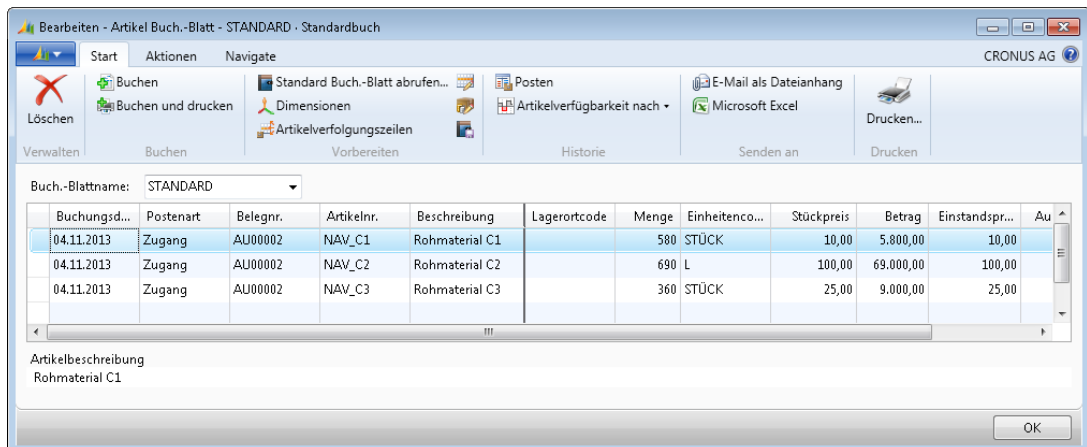

Abbildung 7.10 Artikelbuchungsblatt zur Buchung der Lagerbestände zur Deckung des Komponentenbedarfs
2. Buchen Sie zuerst die notwendigen Zugänge der Einkaufskomponenten C1, C2 und C3 (siehe Abbildung 7.10).